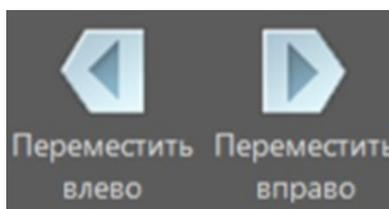

Рис. 5.10
- кнопки “Переместить влево/вправо” - перемещает данный лист влево/вправо на чертеже, относительно других (рис. 5.10).